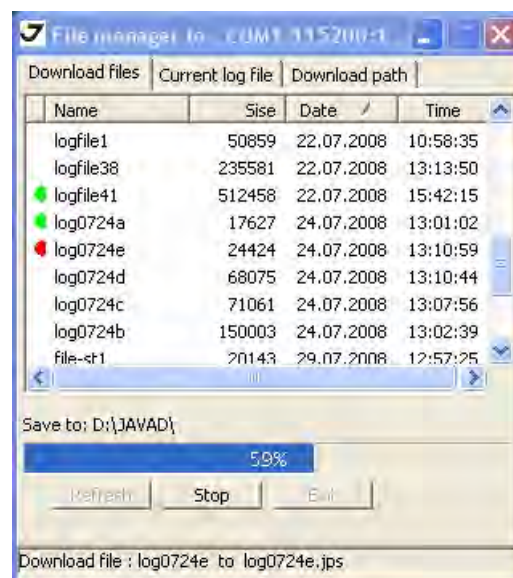

Рисунок 49. Download Files – Статус
7. Нажмите кнопку *Download*. Во время процесса выгрузки индикатор состояния будет отображать для каждого файла следующее (Рис. 49 на стр. 68):